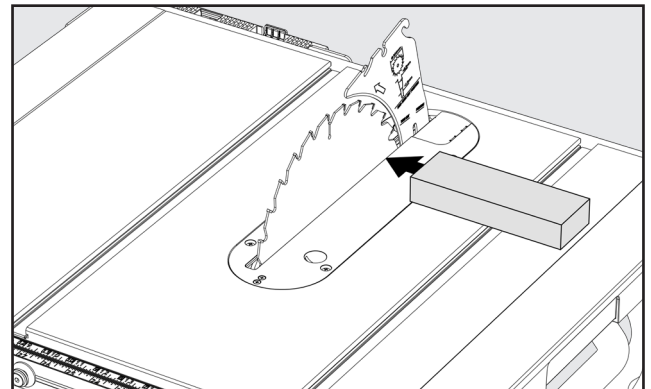

FIGURE 26
5. Si l'arrière de la lame était trop proche de l'équerre de combinaison, placez un bloc de bois sur le côté droit de la lame. Tapez légèrement avec un petit marteau ou un maillet en caoutchouc pour obtenir le réglage correct du parallélisme. Voir Figure 26.